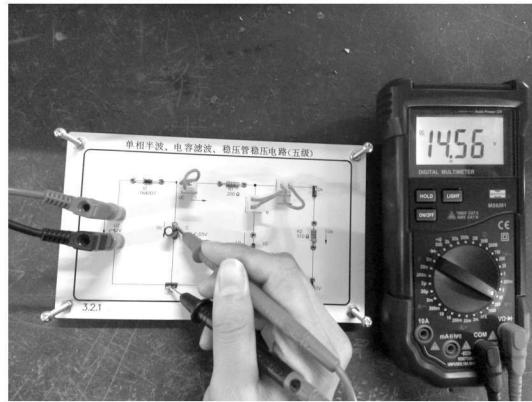
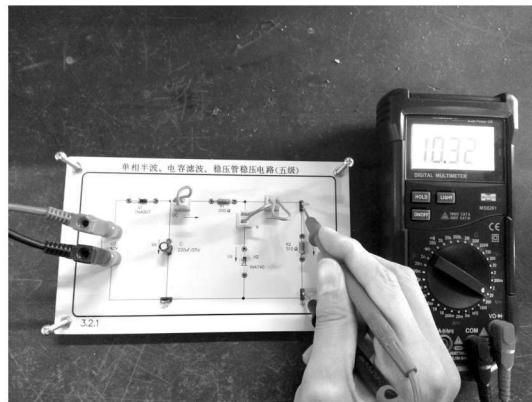

图 1-1-13 用万用表测量电容滤波后电压
图 1-1-14 用万用表测量输出电压
(3) 用万用表直流电压挡测量电路中直流电压,如图 1-1-13 和图 1-1-14 所示。万用表两表笔和被测电路或负载并联即可,注意红、黑表棒的放置位置(红表棒接“+”,黑表棒接“-”)。